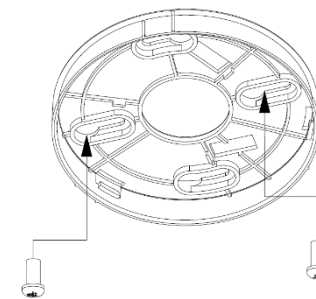

Fig. 2 – Montera takfäste
6. Fäst basen i taket med de medföljande skruvarna (se bild 2).